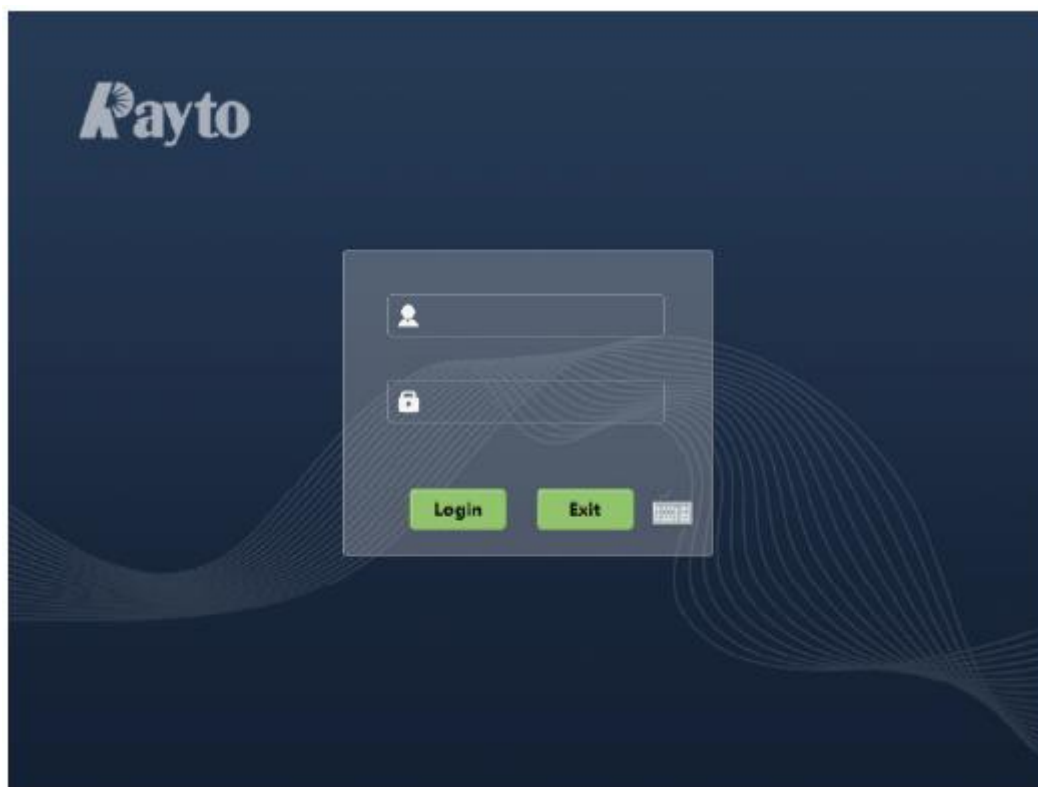

Figura 4-2: Tela de login
3. Depois que o instrumento for ligado, o sistema executará o software automaticamente e abrirá a tela de login do usuário mostrada na Figura 4-2: